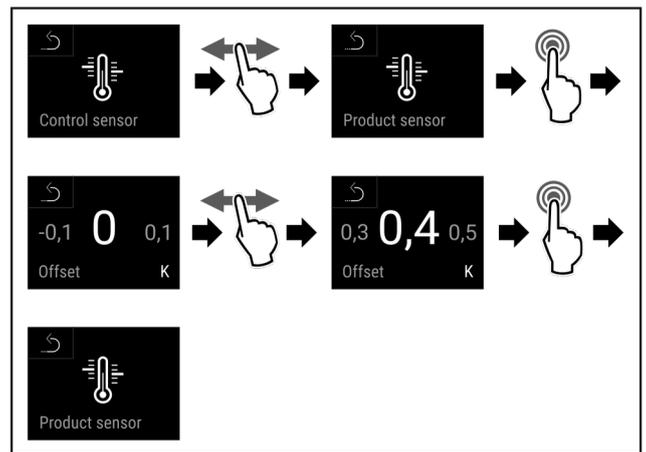

Fig. 138
- u Handlungsschritte (siehe Fig. 138) durchführen.